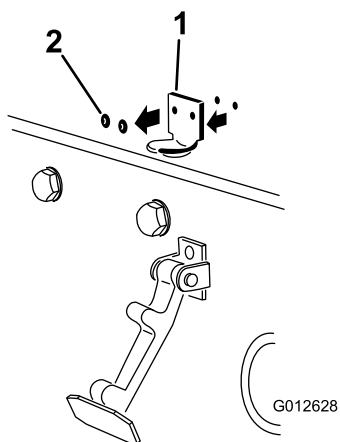

Рисунок 8
2. Удалите две заклепки, крепящие кронштейн защелки капота к капоту (Рисунок 8).